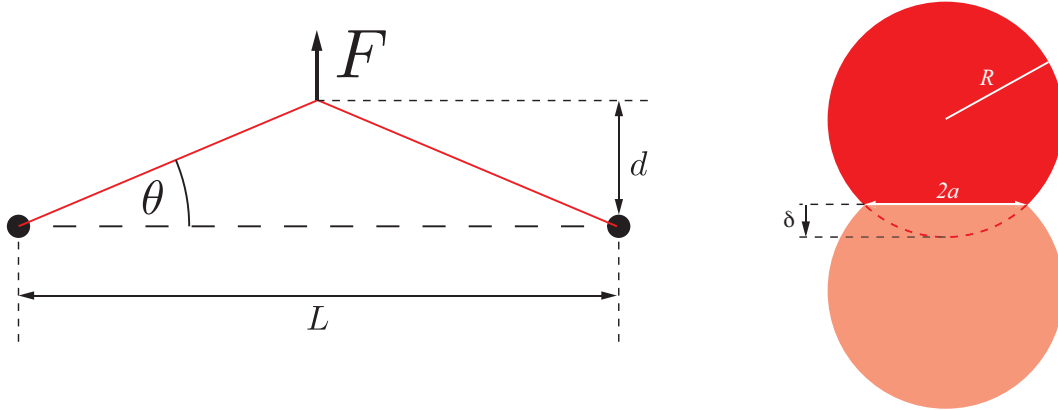

Figure 1: Izquierda: Cuerda tensada. Derecha: Contacto de hertz para un cilindro.
b) Cuando la cuerda se desplaza desde el centro una distancia  $d$  y perpendicular a su dirección longitudinal (ver Fig. 1) vea que se debe satisfacer la ecuación de equilibrio
c) Notar que según (1) la nota en una cuerda se puede conseguir con un esfuerzo dado no importando el valor de su diámetro, es decir su sección  $A$ . Por otra parte si para una nota dada aumentamos demasiado la sección será muy difícil pulsarla porque esto requerirá mucha fuerza según (2). Por otra parte si la sección es muy pequeña una fuerza originará un gran desplazamiento y tocamos otras cuerdas de la guitarra lo cual tampoco es deseado. Si suponemos que pulsamos con nuestro dedo con una fuerza no mayor a  $F \approx 500$  grs. y deseamos desplazar lo máximo posible sin tocar otras cuerdas, es decir  $d \approx 1$  cm (distancia típica entre cuerdas de una guitarra), estime el radio que debiera tener una cuerda. Utilice los mismos datos de los Apuntes para una cuerda de Nylon ( $f = 300$  Hz,  $L = 70$  cm,  $\rho = 1.1 \times 10^3$  kg/m3)
d) Estrictamente la tensión de la cuerda en (2) es la tensión en el estado de equilibrio mostrado en Fig. 1. Esta tensión es distinta de la que existe cuando la cuerda está horizontal, y que llamaremos  $T_0 = EA\epsilon_0$ , debido a la deformación extra que se aplica al desplazar fuera de la línea horizontal. Demuestre que
**3.- Contacto de Hertz** Para un cilindro de largo  $L$  y radio  $R$  en contacto con otro cilindro se observa una zona de contacto plana caracterizada por una distancia  $a$  (ver Fig. 1). Estime la fuerza para comprimir los dos cilindros y demuestre que en este caso se cumple la ley de Hooke.